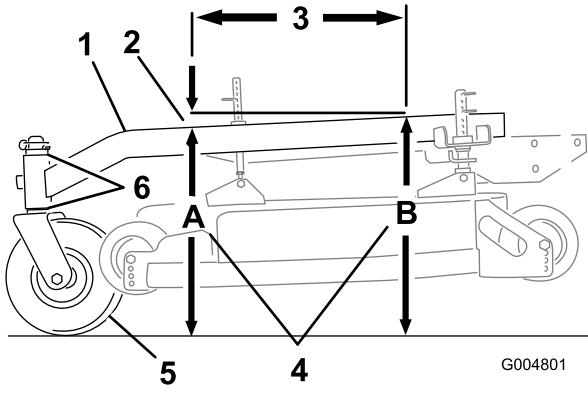

Figura 62
El bastidor de tiro debe tener una inclinación longitudinal de entre 3 mm (1/8 pulg.) y 9 mm (3/8 pulg.) a lo largo de 61 cm (24 pulg.) (Figura 62).
- Mida 61 cm (24 pulg.) en el bastidor de tiro (Figura 62).
- Mida la altura del bastidor de tiro en la posición **A** (Figura 62).
- Mida la altura del bastidor de tiro en la posición **B** (Figura 62).
- La altura en la posición **A** debe ser de 6-10 mm (1/4-3/8 pulg.) menor que la de la posición **B** (Figura 62).
- Si la inclinación del bastidor de tiro no es la correcta, mueva los espaciadores de las ruedas giratorias para obtener una inclinación de 6-10 mm (1/4-3/8 pulg.) (Figura 62). Mueva espaciadores desde arriba o desde abajo para obtener la inclinación correcta.